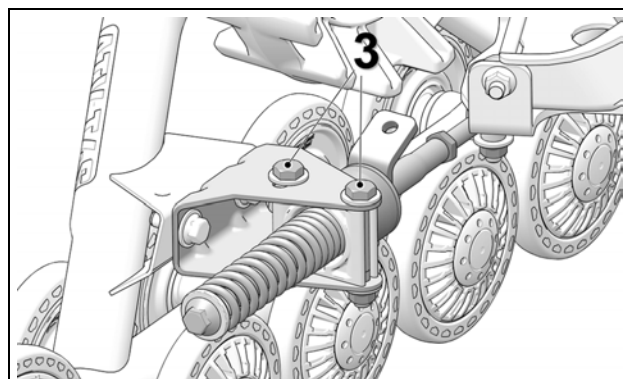

Figure 18
- Resserrer les boulons (3) de l'ancrage antirotation à un couple 50 N·m [37 lb·pi]. Voir la Figure 18.